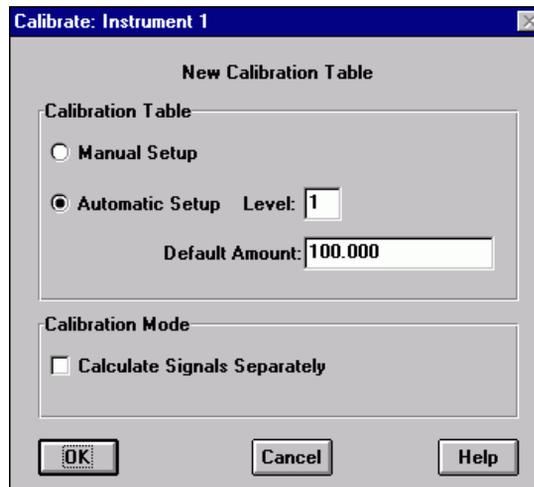

Abbildung 9 Das Dialogfeld Calibrate für eine neue Kalibriertabelle
- Öffnen Sie das Dialogfeld **Calibrate** (siehe Abbildung 9 auf Seite 33):